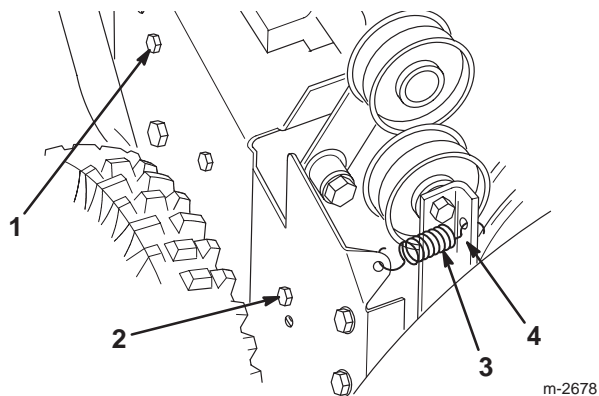

Figure 30
2. Boulon (3)
4. Desserrez le bras de frein de tarière. Pour ce faire, desserrez la dernière vis arrière et retirez la vis avant (Fig. 30).
5. Déposez le ressort de poulie folle (Fig. 30). Laissez le bras de frein pendre librement, mais hors du chemin.
4. Desserrez le bras de frein de tarière. Pour ce faire, desserrez la vis arrière et retirez la vis avant qui fixent l'ensemble bras de frein au châssis (Fig. 30).